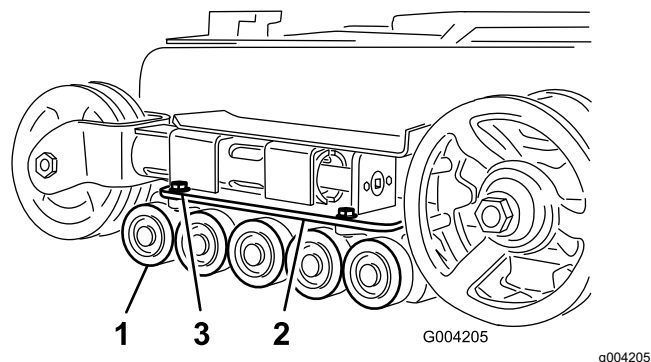

Figure 52
2. Retirez les 4 boulons de fixation de chaque guide-chaîne inférieur qui contient les galets de roulement, et déposez-les (**Figure 52**).